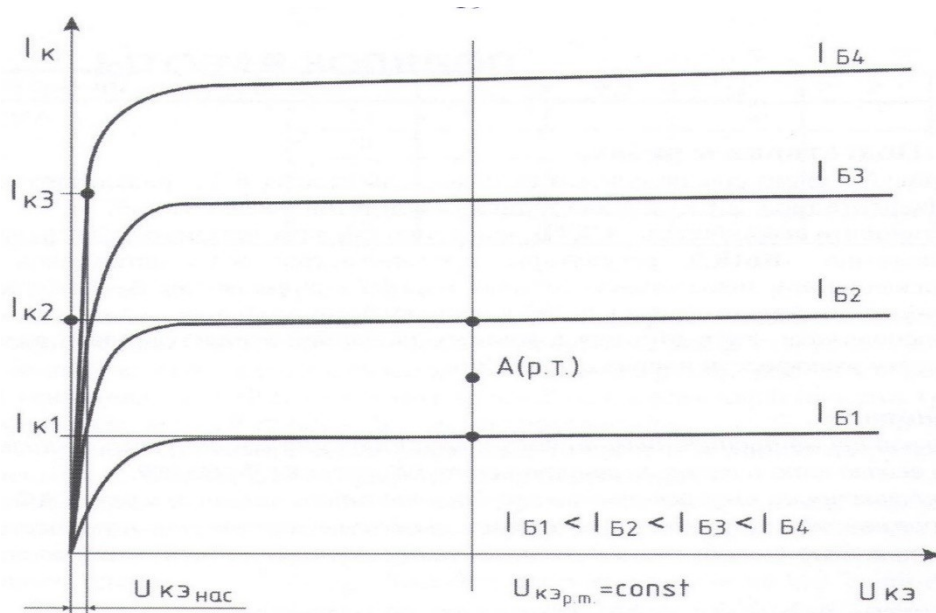

Рисунок 2.7 Определение параметров транзистора в схеме с общим эмиттером графическим методом
Для определения коэффициента передачи тока в режиме малого сигнала $h_{21э}$ на графике выходных характеристик транзистора обозначают рабочую точку **A** (рис. 2.7). Семейство выходных характеристик в области рабочей точки пересекают линией $U_{КЭ\text{ р.т}} = \text{const}$, что соответствует короткому замыканию по переменному току на выходе транзистора. Затем по формуле (2.3) находят $h_{21э}$, графически определив $\Delta I_K = I_{K2} - I_{K1}$ и вычислив $\Delta I_B = I_{B2} - I_{B1}$.
На рис. 2.7 также показано как при заданных значениях тока базы I_{B4} и тока коллектора I_{K3} определить напряжение насыщения коллектор-эмиттер $U_{КЭ\text{ нас}}$. Транзистор насыщается благодаря введению в базу тока, большего чем $I_K / h_{21э}$.
4.5 По графикам выходных характеристик определите, как показано на рис. 2.7 напряжение насыщения коллектор-эмиттер $U_{кэ нас}$ при токе базы $I_b = 80$ мкА и токе коллектора $I_k = 3$ мА и занесите его значение в табл. 2.4. Сравните полученное значение со справочным. Проанализировав графики полученных выходных характеристик, сделайте вывод, как напряжение насыщения $U_{кэ нас}$ зависит от тока базы I_b .
4.6 Определите коэффициент передачи тока в режиме малого сигнала $h_{21э}$ при напряжении коллектор- эмиттер $U_{кэ} = 5$ В и изменении тока базы от 20 мкА до 40 мкА, как показано на рис. 2.7 и используя выражение (2.3). Занесите полученное значение в табл. 2.4.